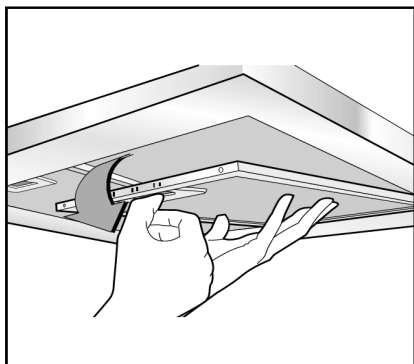

Fig.1
- Si la table de cuisson est électrique, au gaz ou à induction, la distance minimale entre le même et la partie inférieure de la hotte doit être d'au moins 65 cm. Si un tuyau de connexion composé de deux parties est utilisé, la partie supérieure doit être placée en dehors de la partie inférieure. Ne branchez pas l'échappement de la hotte au même conducteur que celui utilisée pour faire circuler l'air chaud ou pour évacuer les fumées provenant des autres appareils alimentés par une source d'électricité. Avant de procéder aux opérations de montage, enlever le(s) filtre(s) anti-graisse (Fig.1) de telle sorte que l'unité soit plus facile à manipuler.